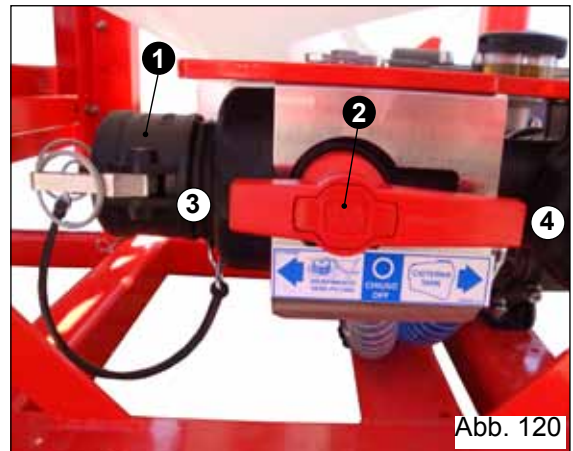

Abb. 120
- Schließen Sie das Rohr an den Stutzen (1) an und verwenden Sie dazu die mitgelieferte Gummihalterverbindung (normalerweise wird sie schon während der Montage im Werk angeschlossen, wenn sie als Optional auf der Maschine vorhanden ist).
- Den Hebel des Umstellers an der Saugleitung (2) in Position (3) STELLEN. AUS EXTERNER QUELLE FÜLLEN (Abb. 120).
- Durch Sichtprüfung den Füllstand der Flüssigkeit im Tank kontrollieren, nach dem Füllen die Pumpe ausschalten und den Hebel des Umstellers (2) erneut in ARBEITSPOSITION (4) bringen (Abb. 120).